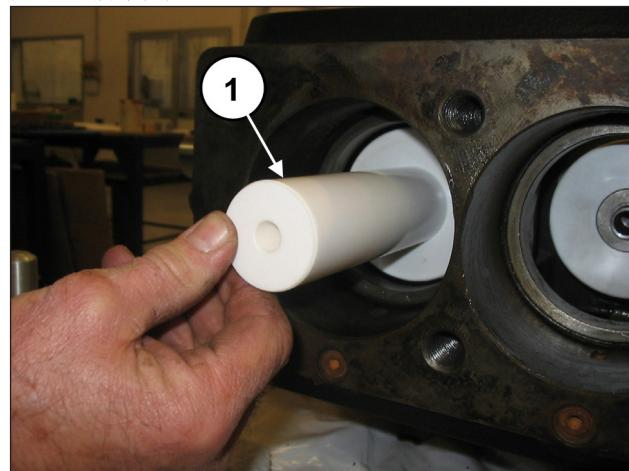
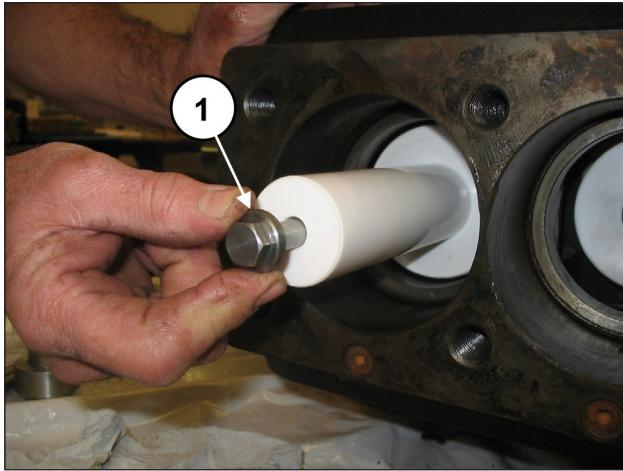

图 182
图 183
将柱塞安装在相应的导承上(①, 图 182) 并如①, 图 183 所示固定。